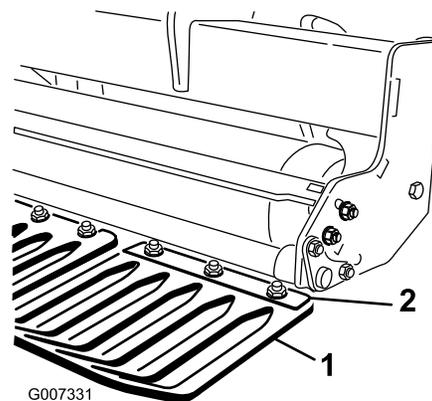

Рисунок 17
- Ослабьте гайки крепления зажимов прижимных решеток к монтажному брусу прижимных решеток (Рисунок 17).